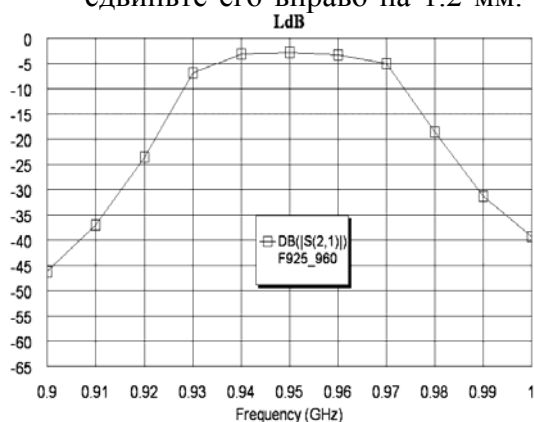

Рис.3.155
- Сделайте активным окно графика **LdB** и щёлкните по значку **Analyze** на панели инструментов. Полученная характеристика (рис. 3.155) удовлетворяет поставленным требованиям и расположена несколько выше по частоте, что обеспечивает запас для настройки.